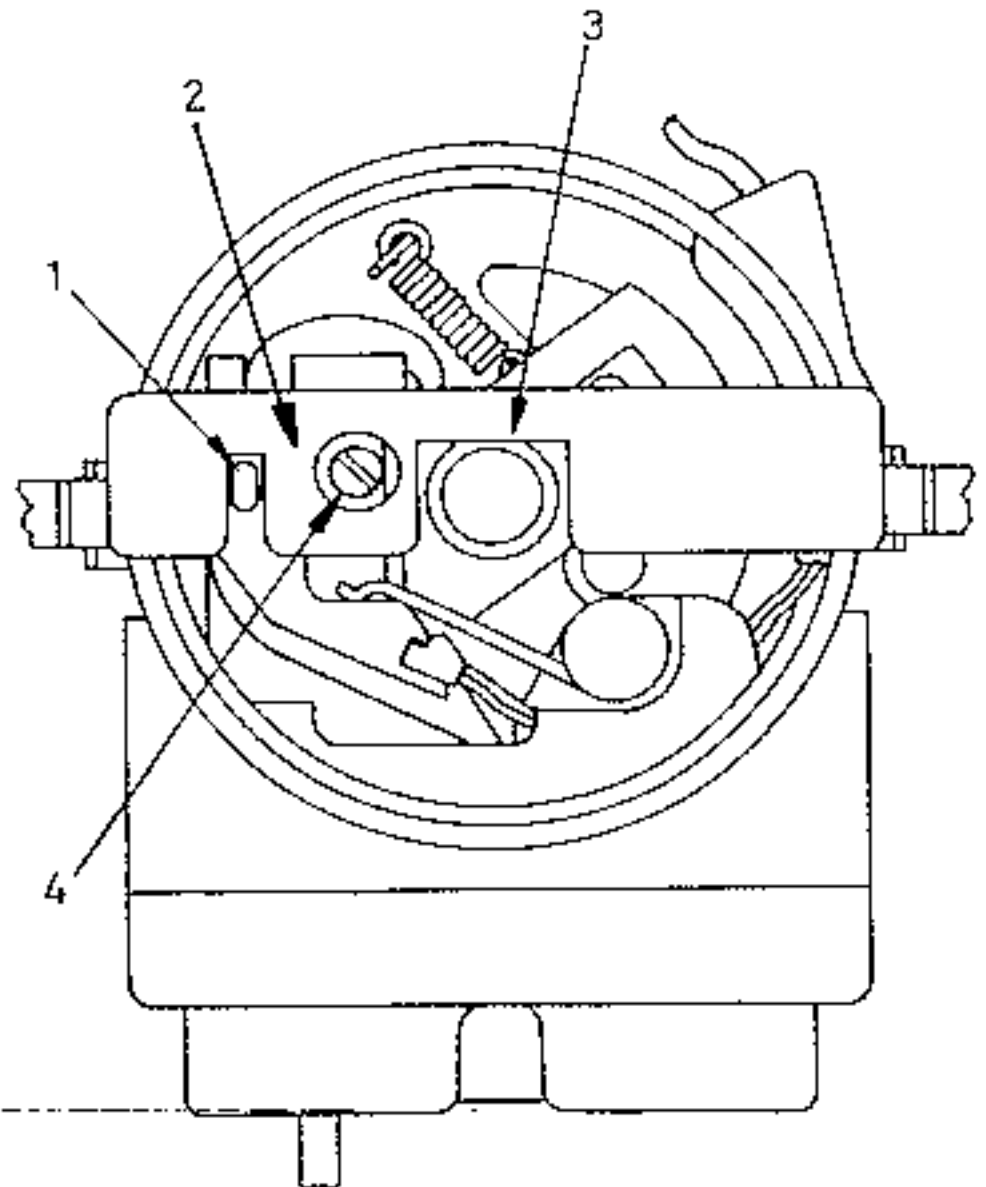

Bild 57 Einzelheiten zum vorschriftsmässigen Einbau des Induktivgebers.
- Als nächstes ist eine Lehre zum Ausrichten des Induktivgebers erforderlich. Diese ist wie in Bild 57 gezeigt anzusetzen. Die Führungsfläche der Lehre muss gegen die Fläche der Verteilerwelle angesetzt werden. Geber seitlich verschieben, bis sich die Lehre ansetzen lässt. Die Befestigungsschraube mit einem kleinen Schraubenzieher anziehen.